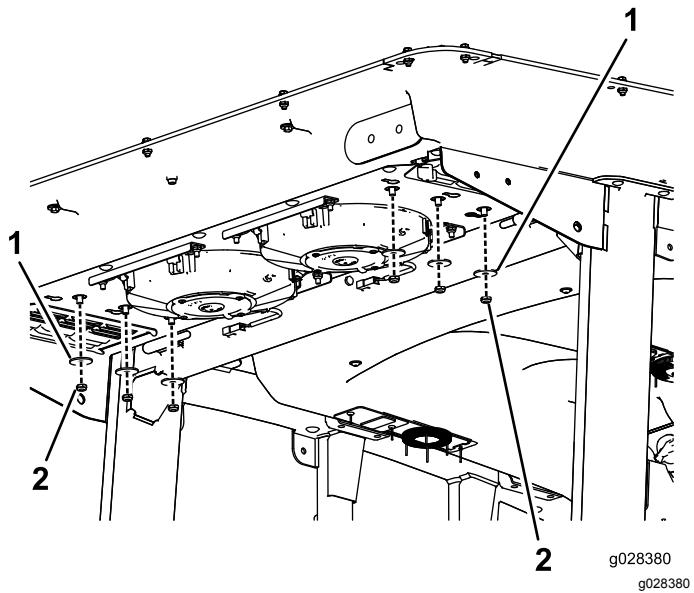

Bild 124
- Entfernen Sie die sechs Schrauben und Muttern von der Unterseite des Kabinenhecks (Bild 124).